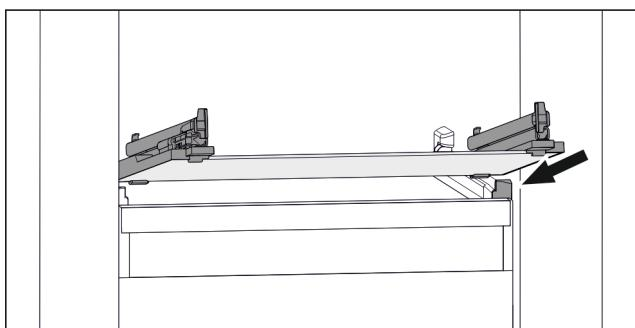

Fig. 150 Примерное отображение стеклянной пластины
- ▶ Наклоняя вниз, установите стеклянную пластину за стопоры. (см. Fig. 150)